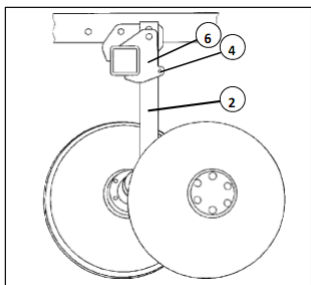

Рис. 4.10
Срезной винт (4) держателя дисков (2) вставляется в гнездо стержня (6) за балкой (2) – рис. 4.10
- Отвинтите гайки срезного винта (4).